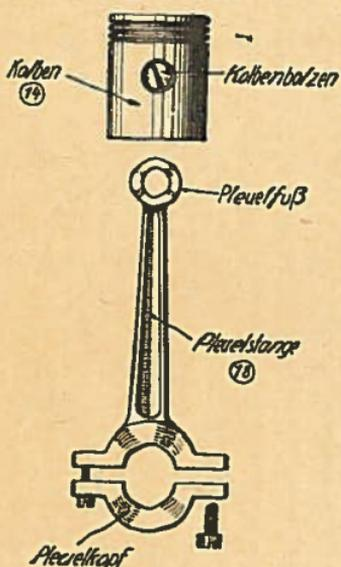

Bild 5.
Kolben (14) und setzen die Kolben auf die Pleuelstangen auf. Das geht auf folgende Weise vor sich: Wir schrauben den Kolbenbolzen aus dem Kolben (14) heraus, schieben den Kolben auf den Pleuefuß, so daß die Kolbenbolzen-Löcher mit der Bohrung im Pleuefuß genau fluchten (siehe Bild 5). Hierauf wird der Kolbenbolzen wieder eingeschraubt, wobei genauestens darauf zu achten ist, daß der Bolzen auf keiner Seite über den Kolbenmantel hervorsteht, da